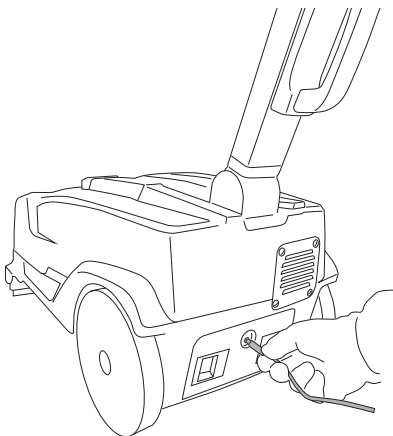

Fig.13
- バッテリー充電器のジャックプラグをバッテリーのソケットに差し込みます (図13)。